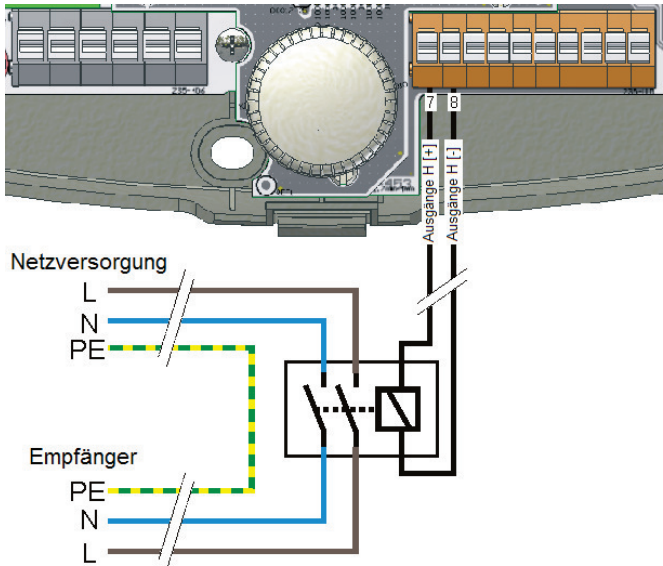

Abb. 17.10 Relaisanschluss an d. Ausgang H
W Falls das Heizelement angeschlossen wird, soll das Relais verwendet werden, das so angeschlossen wird wie auf der Abb. 17.10 dargestellt wird. Die Verbindungsleitung, die den Solarregler mit dem Relais verbindet, soll nicht eine größere Resistenz als 1 Ω haben (dafür sehen Sie die Tabelle der Länge und Resistenz der Leitungen im Kapitel über die Kompensation der Leitungslänge 20.1.1).
- 1. Einpolig mit einer Rückfeder:** Wenn Sie so ein Ventil angewendet haben, sollen Sie es an den Ausgang **H** des Solarreglers über ein Relais anschließen, so wie auf der Abb. 17.10 angezeigt.